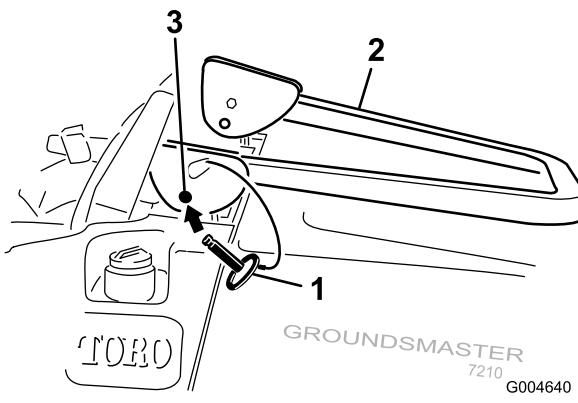

Figura 11
2. Baixe por completo a barra de segurança (Figura 11).